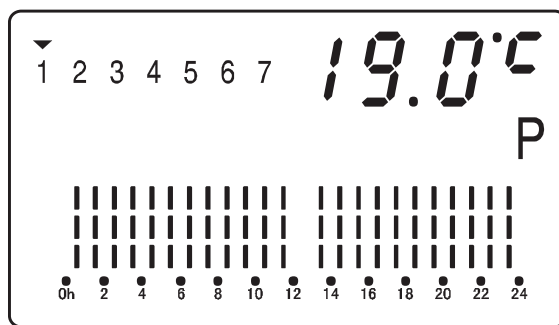

Fig. 9
2. Appuyez brièvement sur la touche **Mode** jusqu'à ce que l'écran affiche le mode Programmation hebdomadaire personnalisée (Fig.9)